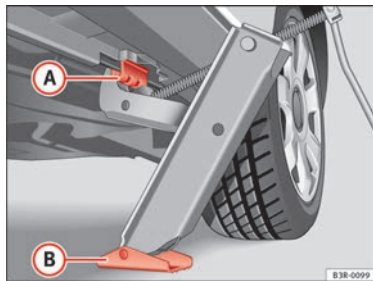

Abb. 185 Radwechsel:
- Richten Sie den Wagenheber so aus, dass seine Klaue in den Steg des Unterholms greift ⇒ Abb. 185 (A) und die bewegliche Grundplatte (B) plan auf dem Boden aufliegt.